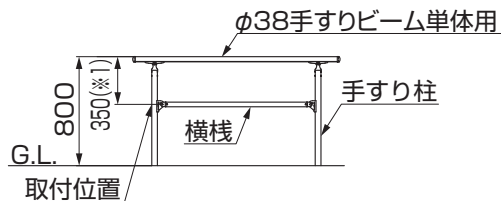

図4-2
- 図4-2は取付位置の一例を示します。
- ① 横棧の取付位置(※1)を決めてください。
- ② 取付位置(※1)から上下11mmの位置にφ3.5を4ヶ所あけてください。